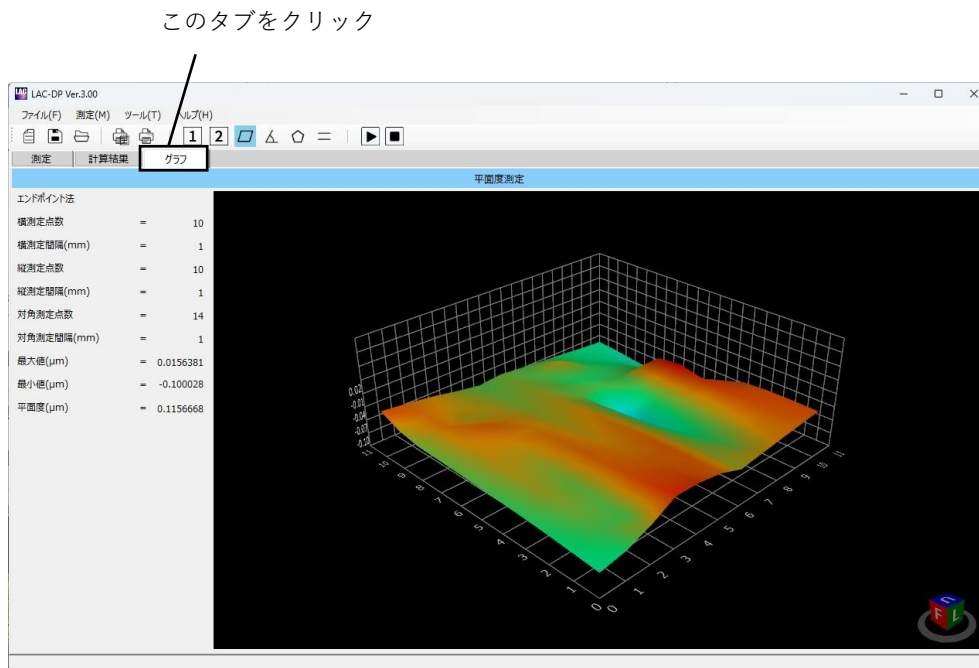

図 5-4-7
5.4.3で行った計算結果を「グラフ」で表示します。[グラフ]タブをクリックすると「グラフ」が表示されます(図5-4-7)